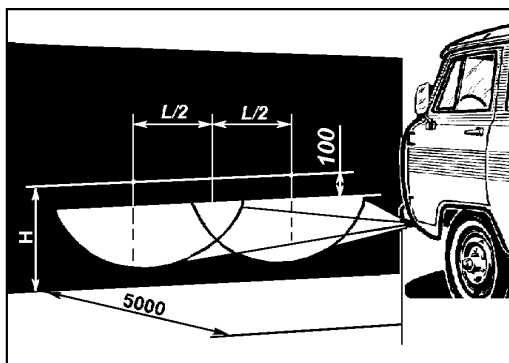

Рис. 8.9. Разметка экрана для регулировки противотуманных фар:
**Противотуманные фары** регулируются так, чтобы световые пятна на стене или экране были расположены, как показано на рис.8.9.